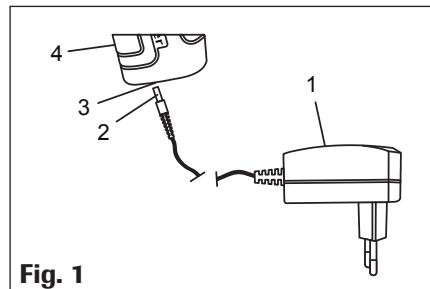

Fig. 1
- Collegare il caricabatteria (1) con una presa di corrente a parete da (fig. 1).
- Collegare lo spinotto del caricabatteria (2) con il connettore di carica (3) collocato nel manico dell'Hammersmith Drill&Screw. L'indicatore di carica a LED rosso (4) si accende quando la batteria è in carica. Quando la batteria è completamente carica, l'indicatore si spegne.